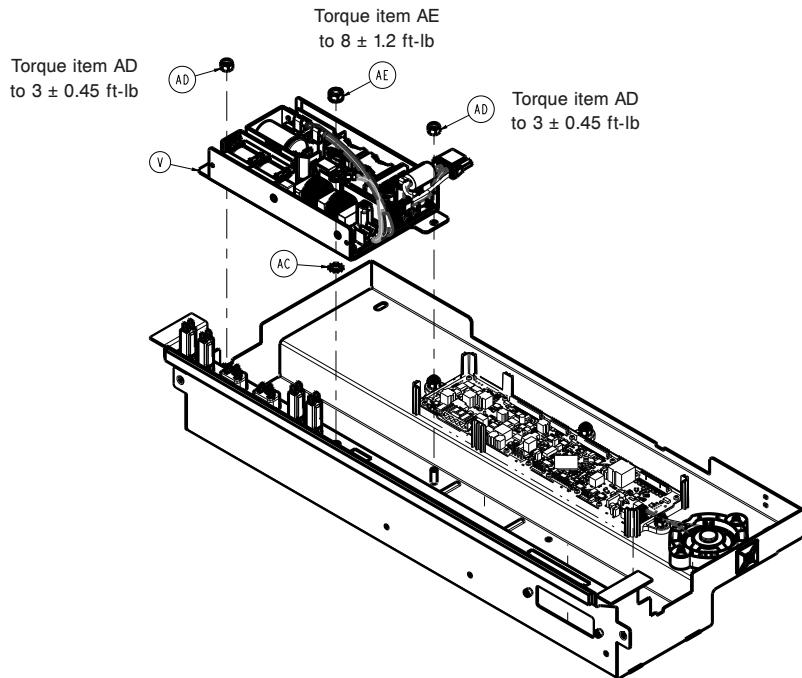

Figure 30 – Remplacement du bloc d'alimentation
11. À l'aide d'une clé à cliquet et d'une douille de 7/16 po, retirer les deux écrous (AD) qui fixent l'ensemble de bloc d'alimentation au boîtier électrique (Figure 30). Conserver les écrous.